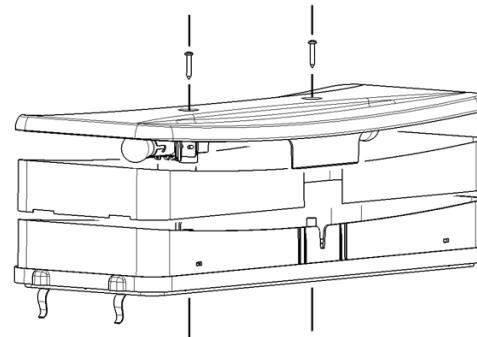

Bild 10
- 1** Austausch der Birnen im beleuchteten Deckel (Bild 10):